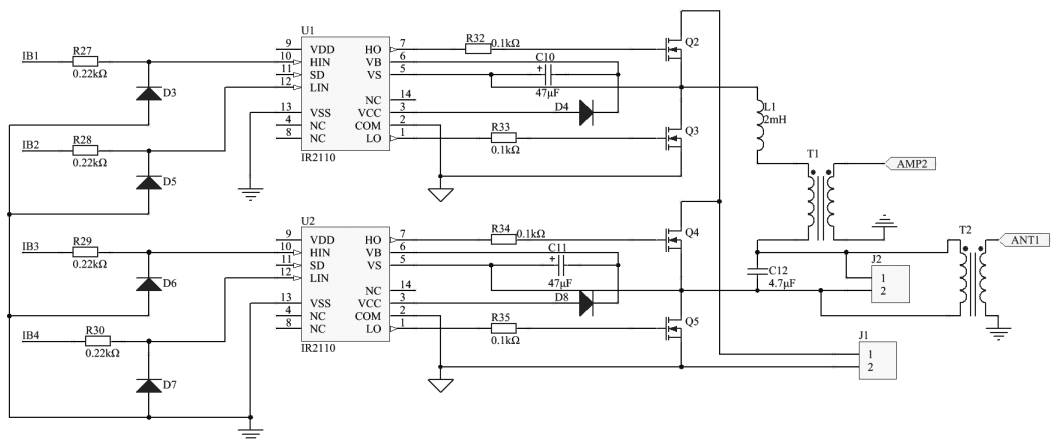

图 5-28 绘制完的原理图 3
(3) 选择菜单栏中的“文件”→“New”（新建）→“原理图”命令，然后右键单击鼠标选择“保存为”菜单命令，将新建的原理图文件另存为“Sample. SchDoc”。完成后的原理图如图 5-28 所示。